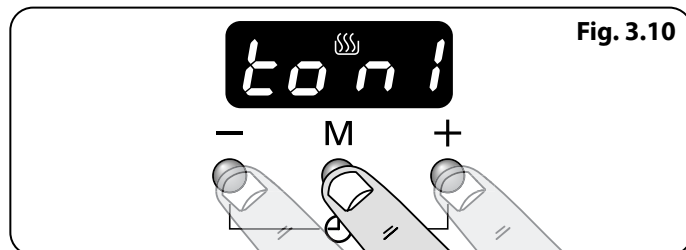

Fig. 3.10
1. Appuyer simultanément sur les boutons [+] et [-], puis sur le bouton mode [M]. L'écran indiquera « ton 1, 2 ou 3 » (Fig. 3.10).